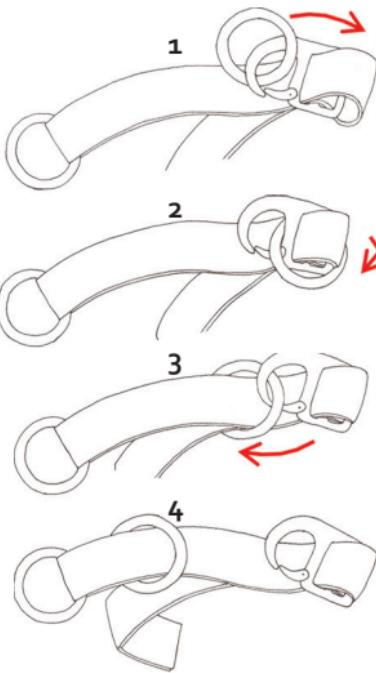

Abb. 11
- Verfahren Sie weiter wie in Abb. 11, 1–4 dargestellt.